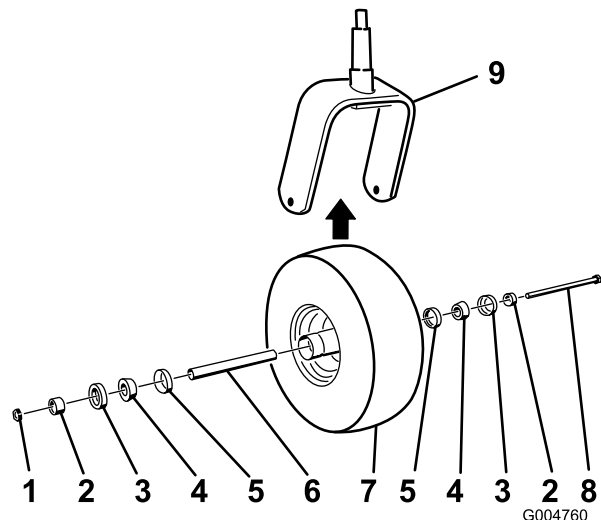

Figura 76
2. Retire la contratuerca del perno (Figura 76).
5. Ensamble la rueda giratoria presionando los cojinetes cónicos y las juntas, llenos de grasa, sobre el cubo de la rueda, según se muestra en la Figura 76.